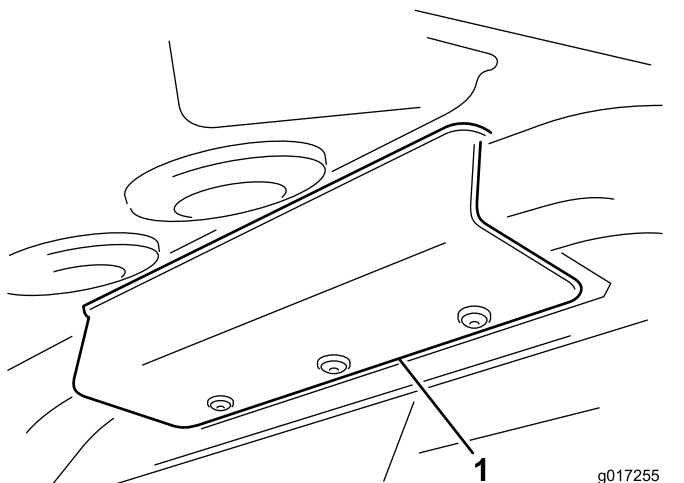

図 13
- ROPSバーの上部位置に後上マウントを取り付ける後上マウントについている3枚のタブを、エンクロージャについているスロットに差し込み、マウントをひねると取り付けることができる。ボタンヘッドボルト $\frac{5}{16}$ "-183本とスチールワッシャ $\frac{5}{16}$ "3枚で固定する。ボルトの取り付け時に、溶接されているナットをナメてしまわないように注意すること 図 13。